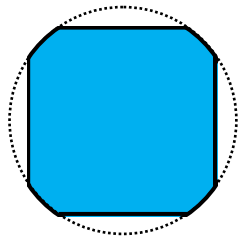

図 3
**丸太は丸太のまま使った方が変形に対しても強度に対しても抵抗は高いが、設計上長方形としなければならない場合には上記のようなことを考慮して形状を決めることになる。**このように、使い勝手と合わせて最適な形状を考えることが設計上必要である。例えば、使用条件によっては一部に丸みを残した図 3 のような、(a),(b)両条件を兼ね備えた形状が適しているかもしれない。また、第 36 話で示したように、丸太の高さ方向を若干削ればはりとしての強度は若干上昇することも覚えておくとよいであろう。